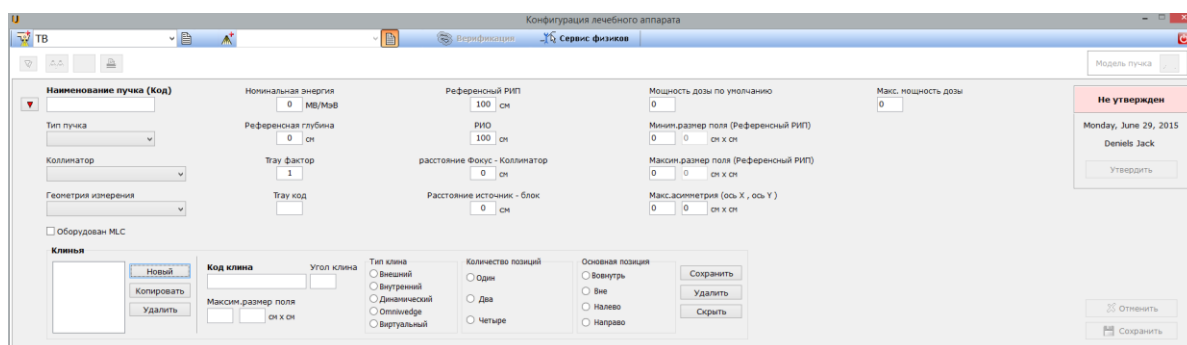

Рис. 32 Конфигурация пучка
2. Внесите Наименование пучка, выберите тип излучения, тип коллиматора, геометрию измерения и другие необходимые данные (см. Рис. 32)
Примечание: Коды клиньев (названия) в файлах программы Mephysto / Sun Nuclear должны соответствовать кодам в конфигурационном пучке излучения (см. Рис. 32).